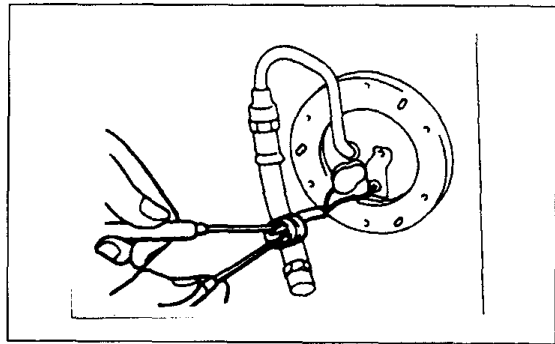

图 1-1-7
(2) 检查插头端子时，使端子直接与测试棒接触，如图 1-1-7 所示。